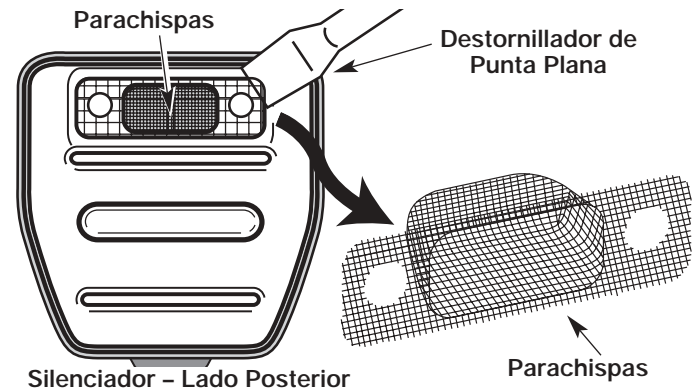

Fig. 26
4. Despegue cuidadosamente el parachispas con un destornillador de punta plana del orificio en bajo relieve (Fig. 26). Quite el parachispas del silenciador.
5. Limpie el parachispas con un cepillo de cerdas metálicas. Cámbielo si está dañado o si no lo puede limpiar completamente (Fig. 26).